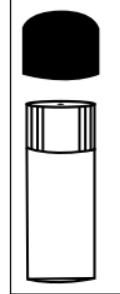

Figure 3A
2. Verwijder de vinylkap van de injectieflacon om het kleine lekgat bloot te leggen zoals weergegeven in onderstaande afbeelding 3A. DRAAI HET ZWARTE KAPJE NIET VAN DE FLES